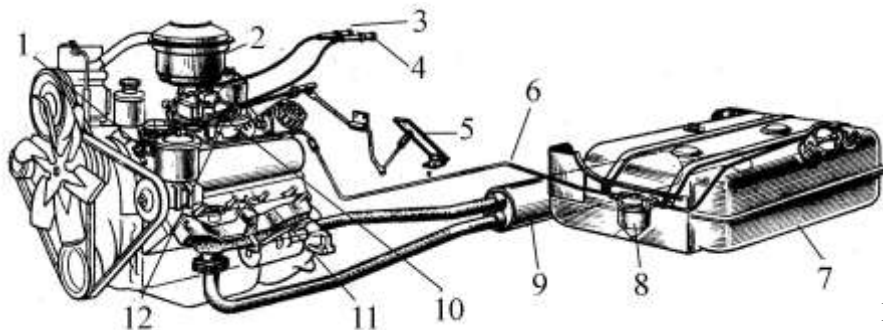

Рис. 1
1. Який агрегат системи живлення карбюраторного двигуна позначений на рис. 1 цифрою 2?
2. Якою цифрою позначений на рис. 1 глушник?